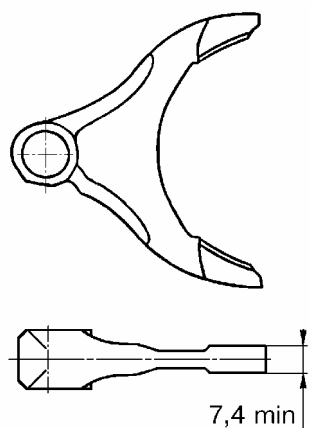

Рис.49. Вилка переключения передач переднего хода – 2101-1702024.
4.2.19 Вилка переключения передач переднего хода - 2101-1702024, рис.49.